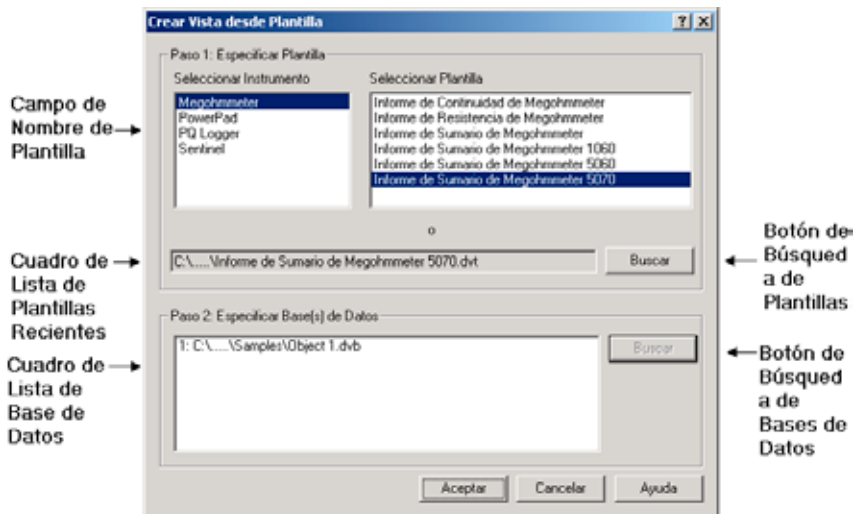

Figura 11
8. Se le preguntará luego si desea abrir la base de datos recientemente descargada. Haga clic sobre el botón **Yes**, que abrirá un cuadro de diálogo llamado Crear un Vista con Plantilla (Create View from Template), similar al mostrado en la Figura 11.